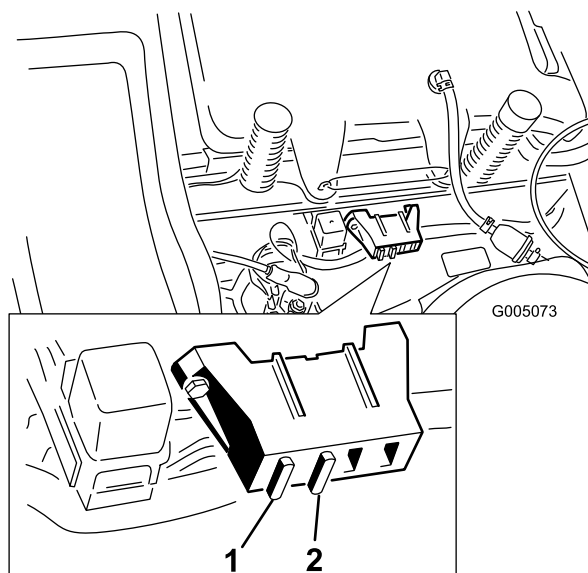

Figure 40
1. Soulevez le siège pour accéder au porte-fusibles (Figure 40).
2. Pour remplacer un fusible, tirez dessus pour l'enlever (Figure 40).